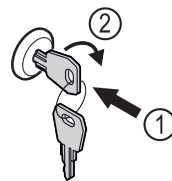

Fig. 181
- ▶ Vajutage võti sisse. Fig. 181 (1)
- ▶ Keerake võtit 90° päripäeva. Fig. 181 (2)